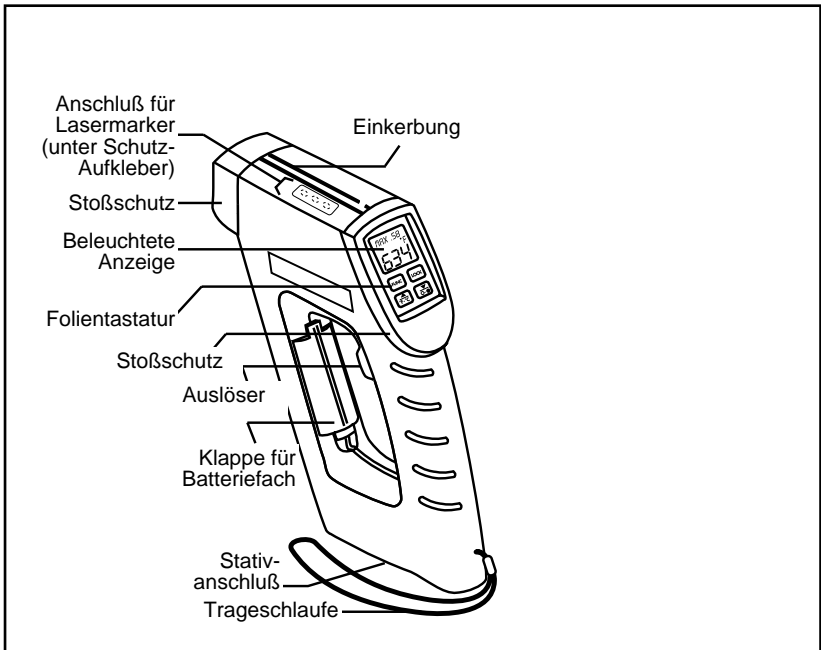
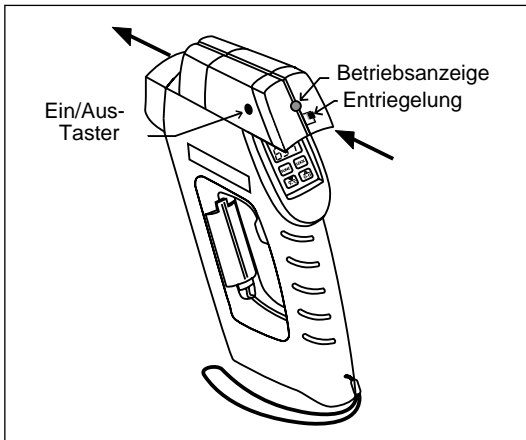

Abbildung 1-1. Frontansicht der tragbaren Infrarot-Thermometers OS520
Abbildung 2-2. Installation des Lasermarker-Moduls
- 1b. (Mit Lasermarker-Modul) - Wenn der Lasermarker noch nicht installiert ist, ziehen Sie den Schutz aufkleber an der Oberseite des Thermometers ab (vgl. Abbildung 1-1). Schieben Sie das Lasermarker-Modul von der Rückseite über die V-förmige Einkerbung wie in Abbildung 2-2 gezeigt, bis es eingerastet ist. Zielen Sie auf das Meßobjekt und betätigen Sie den Auslöser. Betätigen Sie den Ein/Aus-Taster des Lasermoduls, während Sie den Auslöser gedrückt halten. Eine LED auf dem Lasermodul zeigt an, daß es aktiviert ist. Nähere Informationen zum Lasermarker-Modul entnehmen Sie bitte dem Abschnitt 3.